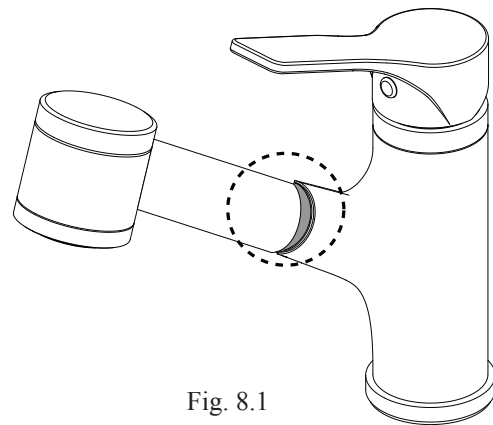

Fig. 8.1
Si le **vaporisateur** ne s'appuie pas correctement sur le **bec** ou que le **tuyau du vaporisateur** coince (fig. 8.1), repositionner le **poids** (voir étape 5).
*If the **hand sprayer** does not fit in correctly with the spout or if the **hand sprayer hose** is jammed (fig. 8.1), reposition the **weight** (see step 5).*